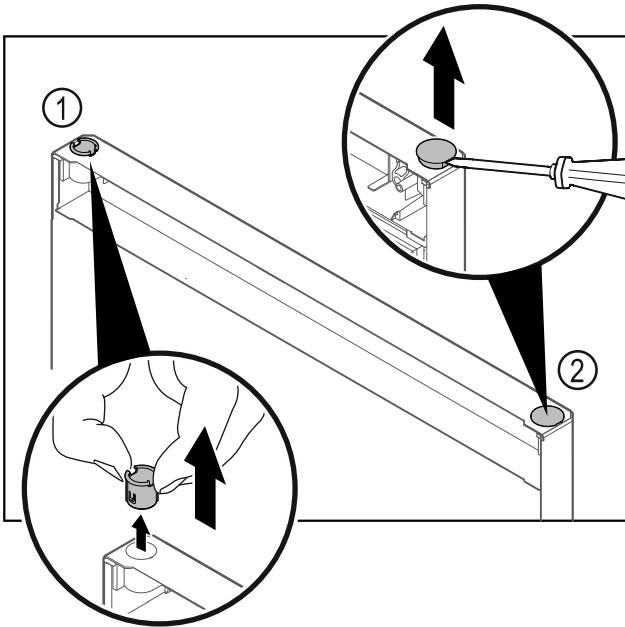

Fig. 18
► Scharnierbuchse Fig. 18 (1) mit den Fingern herausziehen.
► Abdeckstopfen Fig. 18 (2) vorsichtig mit einem Schlitzschraubendreher anheben und herausziehen.